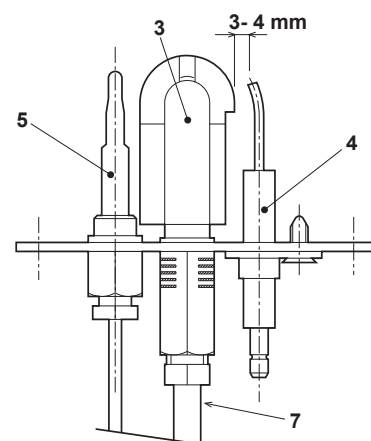

Fig. 16
- Le thermocouple doit être libre de toute incrustation et positionné correctement (voir fig. 16).
Remplacer l'électrode ou la positionner correctement (voir fig. 16).